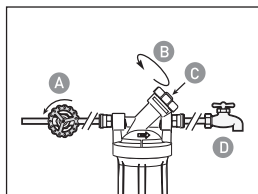

图4
5. 打开进水开关 (如图4-A)。慢慢将瓶盖上的旁通阀逆时针方向转动二分之一圈以确保管道冷水进入 (如图4-B)。然后按下瓶盖上的红色减压钮以释放瓶内空气 (如图4-C)。打开最近的水龙头冲洗5分钟 (如图4-D)。